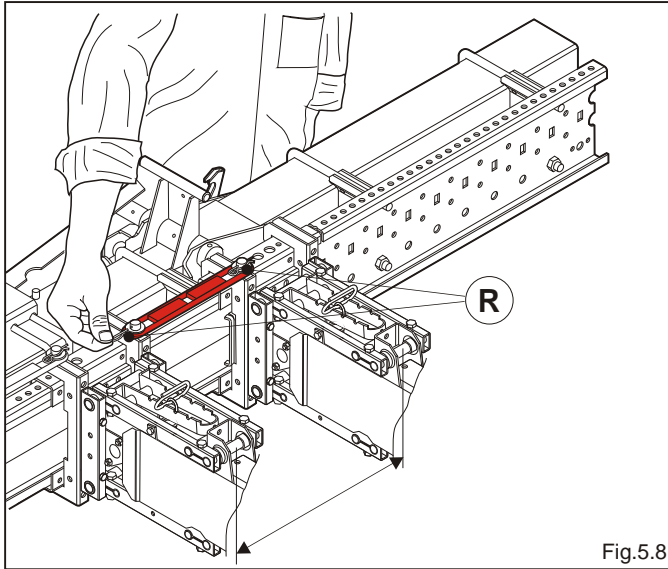

Fig.5.8
- Die Stifte und die Unterlegscheiben auf **R** abnehmen (Abb.5.8).